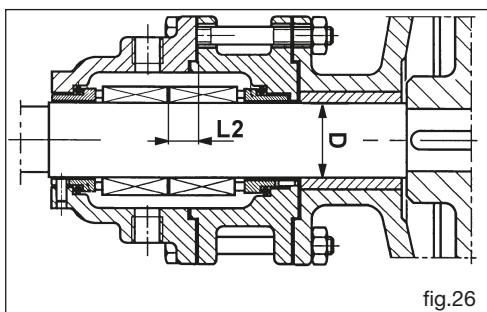

fig.26
- Introduzir o flange-suporte (09).
- Montar o porta-vedaçao (77) com a parte fixa da vedação (66.1) inserida.
**IMPORTANTE** A tabela indica o diâmetro D do eixo e a distância L2 entre a vedação (66.1) e o porta-vedaçao (77), com o flange-suporte (09) não bloqueado, mas apoiado ao rotor (fig. 26).
- Montar o porta-vedaçao (81) com a parte fixa da vedação (66.2) montada previamente.